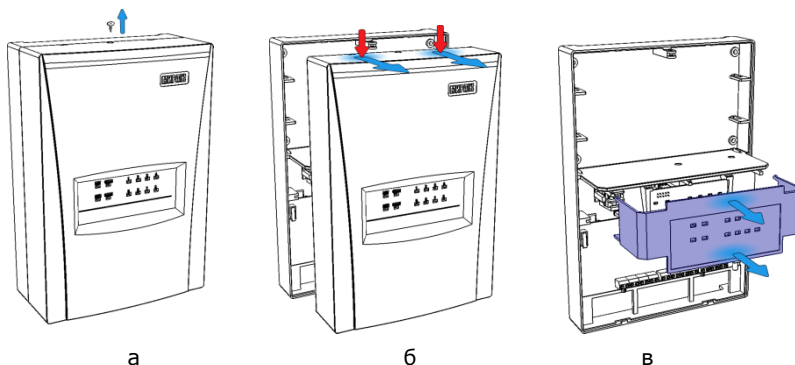

Рис. 5.13. Демонтаж корпуса контроллера
2. Снимите крышку контроллера. Для этого сначала выкрутите винт (рис. 5.13 а), затем нажмите на защелки и отсоедините от основания крышку контроллера (рис. 5.13 б), а затем отсоедините крышку панели индикации (рис. 5.13 в).